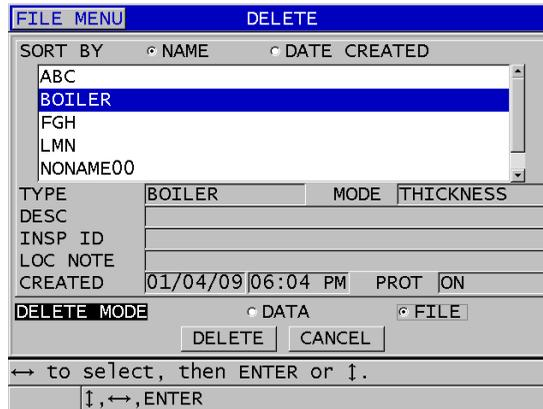

Abbildung 11-20 Datei löschen
3. Verfahren Sie im Fenster **LÖSCHEN** (siehe Abbildung 11-20 auf Seite 214) wie folgt: